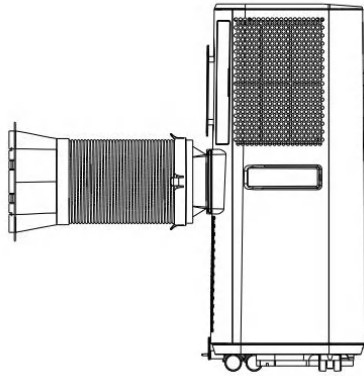

Abb.6
- Schieben Sie nach der Montage des Luftkanals das Verbindungsstück in den Warmluftauslass an der Rückseite wie in Abb. 6 gezeigt.